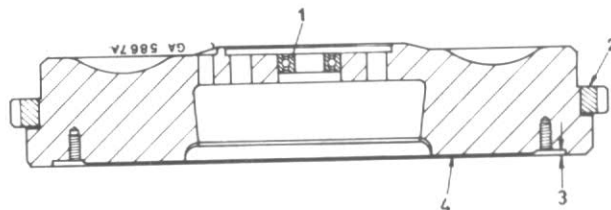

Figure 163
Veillez à reconditionner le logement du volant (3 fig. 163 destiné au couvercle de l'embrayage pour compenser l'usure, de manière à ce que la tension des ressorts reste suffisante.
Vérifiez l'état du roulement à billes (1) fig. 163 et remplacez-le si nécessaire. Effectuez le démontage à l'aide d'un poinçon approprié. Vérifiez si le siège du roulement est conforme aux caractéristiques. Mettez en place le roulement neuf à la presse en vous assurant qu'il affleure la face de montage.